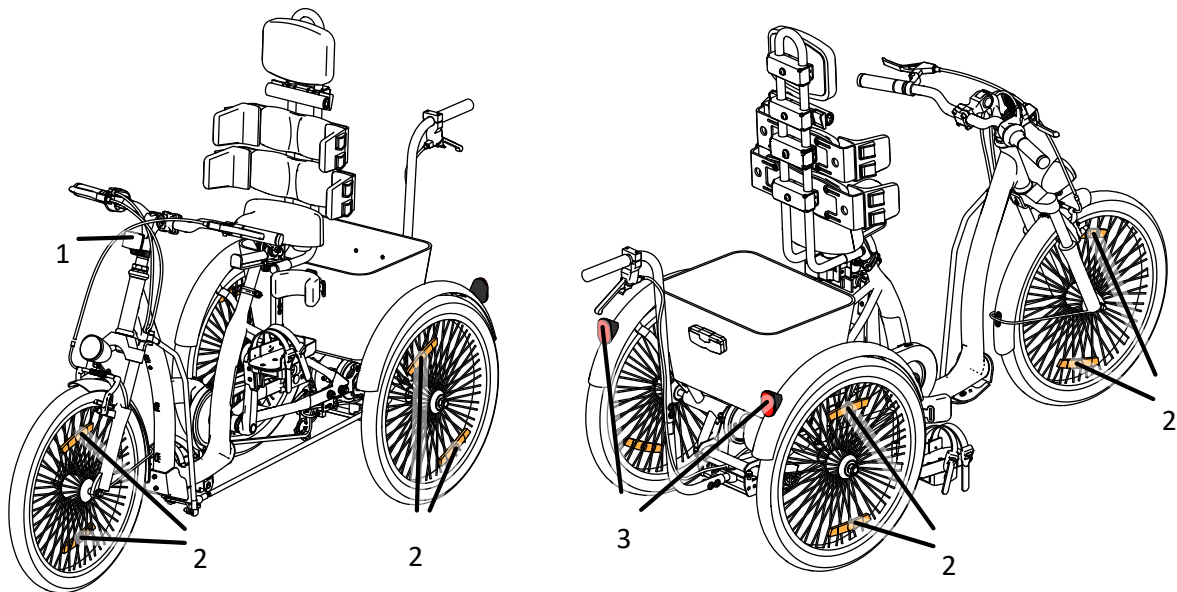

Abb. 7
Die HOP TRIKES-Fahrräder sind mit elektrischer Beleuchtung und Reflexlicht ausgestattet. Die Anordnung der Rückstrahler ist auf Abb. 7 abgebildet. Das weiße Reflexlicht (1) ist am Lenkervorbau befestigt und ist in der Neigung verstellbar. An jedem Rad befinden sich orangefarbene Reflexlichter (2). An den hinteren Kotflügeln sind rote Reflexlichter (3) angebracht.